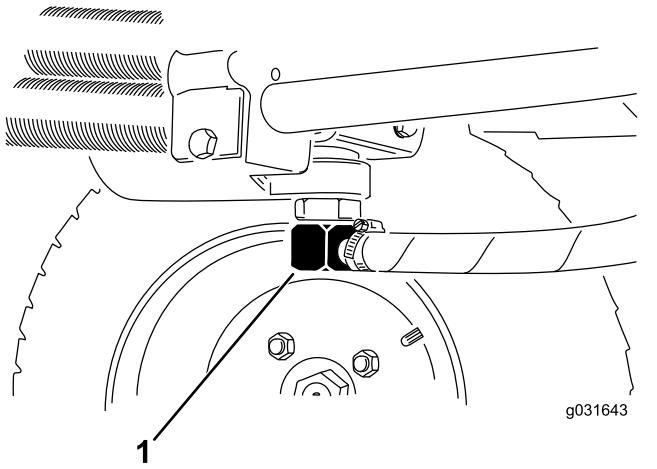

Figura 66
2. Scollegate il tubo idraulico o togliete il filtro idraulico e lasciate defluire il fluido idraulico in una bacinella (Figura 65 e Figura 66).
3. Quando il fluido idraulico cessa di defluire, montate il tubo idraulico (Figura 66).